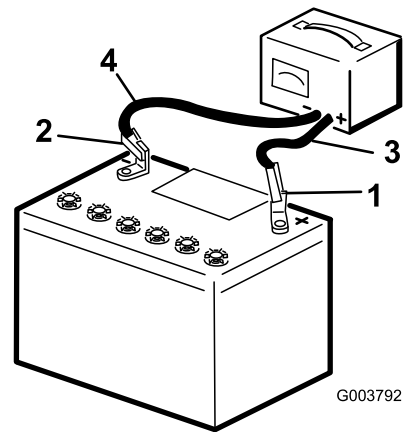

Figura 59
2. Cargue la batería durante 4 a 8 horas a un ritmo de 3 a 4 A (Figura 59). No sobrecargue la batería.
3. Cuando la batería esté completamente cargada, desconecte el cargador de la toma de electricidad, luego desconecte los cables del cargador de los bornes de la batería (Figura 59).